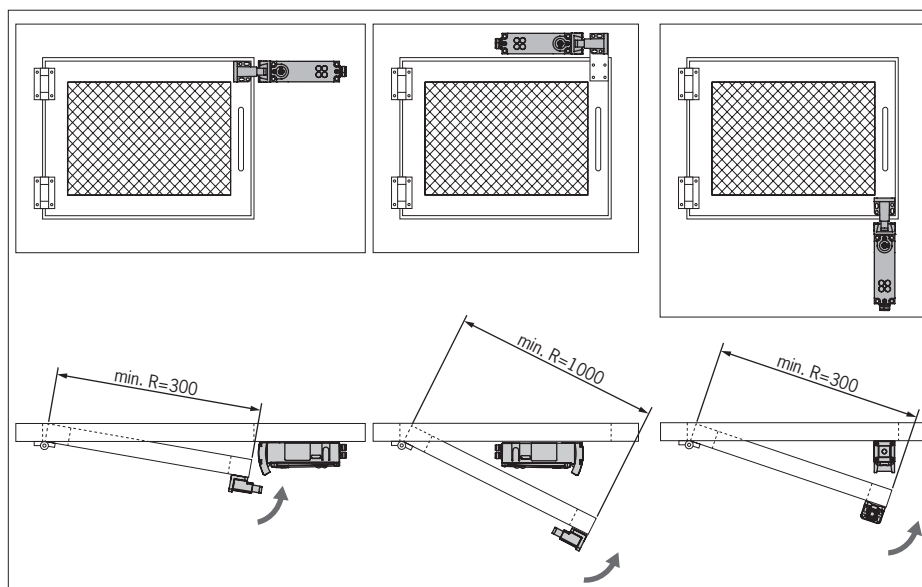

Fig. 10: Radios de puerta y área de ataque
- Respete los radios de puerta mínimos (véase la Fig. 10).